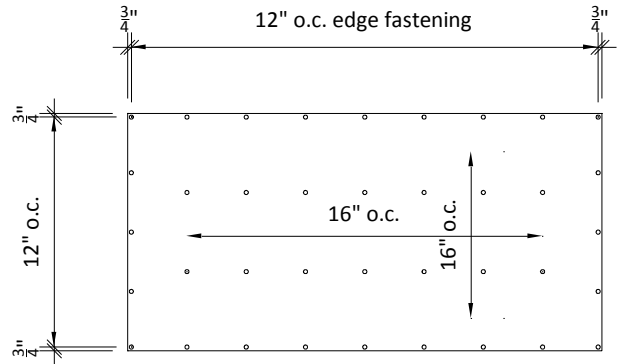

Fig. 7 - Diagrama de Espaciado de Sujetadores
- El espaciado de los sujetadores es típicamente de 12" a lo largo de todos los bordes del panel y 16" en el centro a lo largo de la mitad del panel. Para asegurarse de que los bordes no se dañen, los sujetadores deben permanecer a un mínimo de 3/4" de los bordes del panel. Vea fig. 7